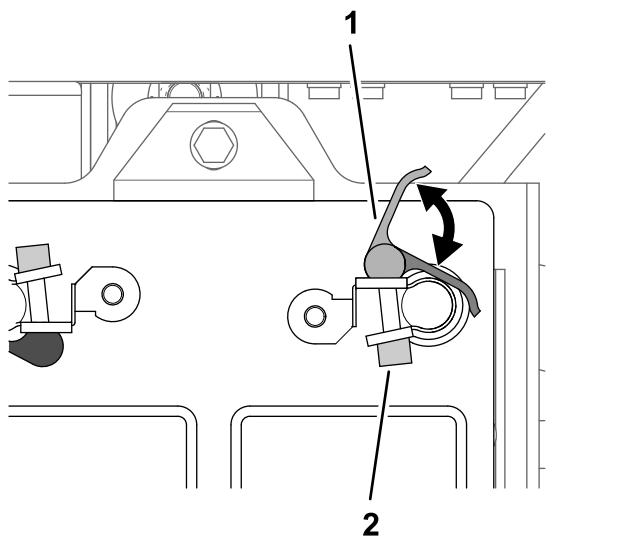

图210
2. 用黑色手柄打开快速连接夹具的闩锁手柄 图210。
4. 关闭快速连接夹具的闩锁手柄图210。